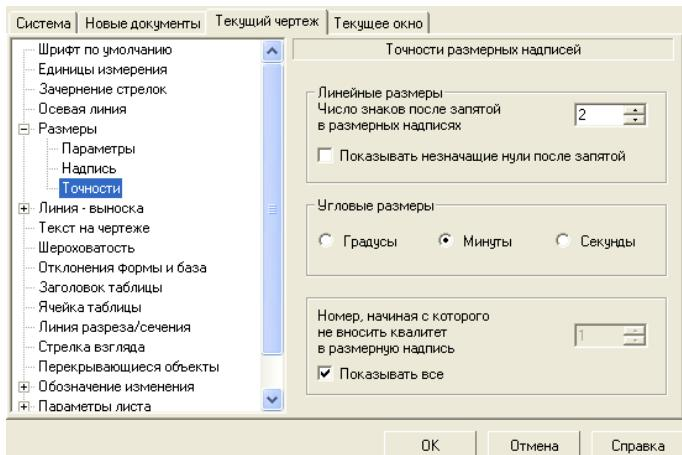

Рисунок 8.10 – Диалоговое окно Параметры с открытой вкладкой
– щелкните по пункту *Размеры*, а затем – по пункту *Точности*. В правой части появится панель *Точности размерных надписей*, показанная на рисунок 8.10.